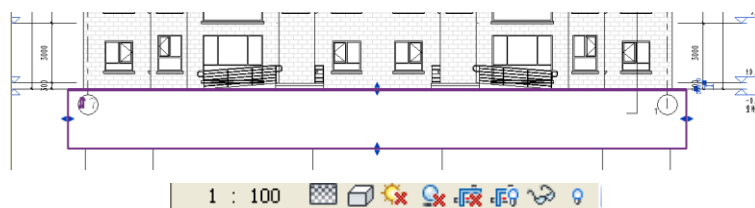

图 6-42
- 3) 打开裁剪区域，拖拽边界到合适位置，单击“插入”选项卡>“从库中载入”面板下“载入族”命令，打开光盘中“第 6 章施工图深化设计”\“案例所需文件”中的“FA\_立面底线”详图构件，在详图构件中选择新载入的族，放置于立面室外标高位置，遮盖住未被裁剪的基础墙体（如图 6-42 所示）。